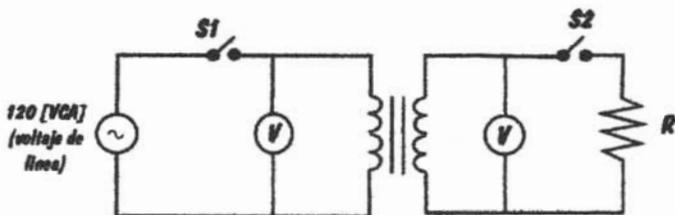

Figura 2.30
- a) Arme el circuito mostrado en la figura 2.30 empleando las bobinas iguales de 600 espiras